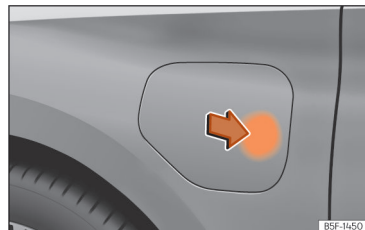

Fig. 59 Deschiderea capacului prizei de încărcare.
- Apăsăți capacul prizei de încărcare a bateriei în zona săgeții pentru a-l deschide » » fig. 59.